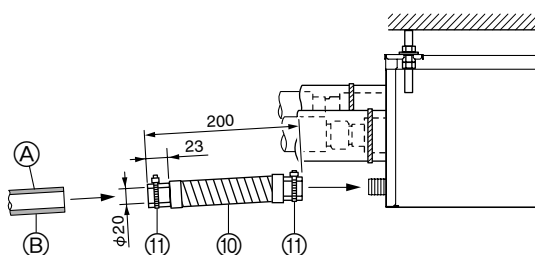

Fig. 8-1
(1) Нанесите ПВХ адгезив (приобретается на месте) на дренажное соединение ответвительной коробки и насадите присоединяемый дренажный шланг Ⓞ на соединение как можно дальше. (Fig. 8-1)
(2) Вставьте жесткую ПВХ трубу (VP-16, приобретается на месте) в присоединяемый дренажный шланг Ⓞ, нанесите клей и закрепите ее. (Fig. 8-1)
(3) Наденьте зажим Ⓞ на присоединяемый дренажный шланг Ⓞ. (Fig. 8-1)